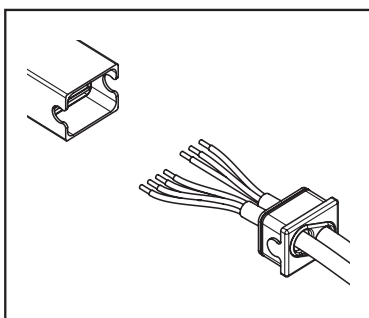

fig.4 Cable del motor y cable de alimentación
4. Pele el cable del motor y el cable de alimentación unos 3 cm y luego los hilos sueltos unos 6 mm (fig. 4).